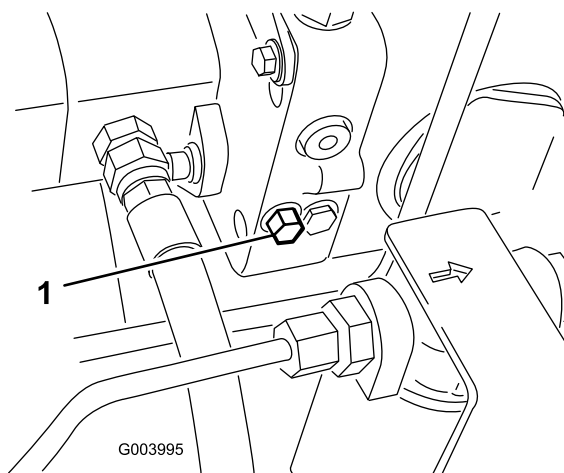

Figura 40
1. Rode o parafuso da válvula de derivação 1-1/2 voltas para abrir para permitir a passagem do óleo internamente (Figura 40).